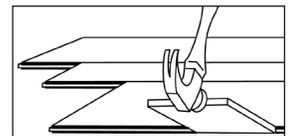

Figura 13
- Puede ser necesario alinear el producto con una pieza cortada de material sobrante como se ilustra (Figura 13 - Conserve el ángulo provisional bajo para evitar daños en el borde).